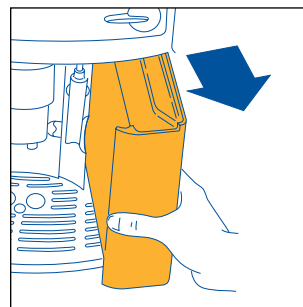

Fig.1
- Verwijder het waterreservoir (fig. 1), spoel het en vul het met fris water, zonder de lijn MAX te overschrijden. Wanneer het waterreservoir uit het apparaat wordt genomen, moet het cappuccinomondstuk altijd naar het midden van het apparaat gericht zijn. Is dit niet het geval, dan kan het reservoir niet worden verwijderd.